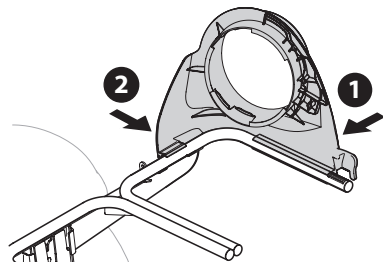

Figura 7
1. Calce a presión el soporte de canal superior (731-17091A) colocando primero la porción lateral sobre el riel de soporte de la embolsadora (1). Consulte la Figura 7.
2. Calce a presión el lado delantero del soporte del canal al riel (2), como se muestra en la Figura 7.